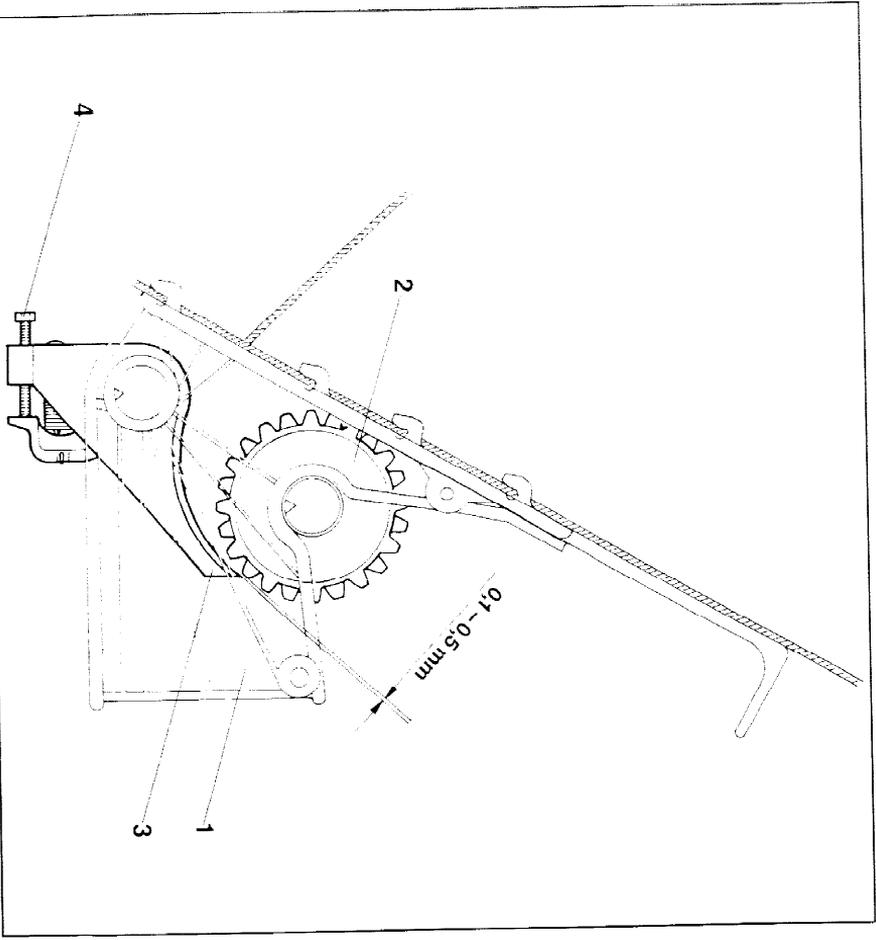

Fig. 42
- 2) Überprüfen, ob der vorgeschriebene Abstand von 0,1 mm bis 0,5 mm (siehe Fig. 42) zwischen Bodenklappe (Fig. 42/3) und Särad (Fig. 42/2) in jedem Sägehäuse eingehalten wird. Dabei ist das zu prüfende Särad von Hand auf der Sägehelle zu drehen.
- 3) Vorgeschriebenen Abstand bei Abweichungen mit der Federspannschraube (Fig. 42/4) einstellen.